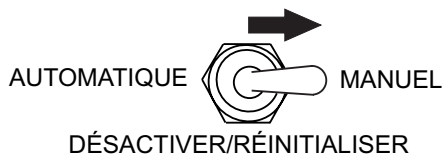

Figure 42. Commutateur de Commande MPEC (Position Manuelle)
4. Placez le **Commutateur de Commande MPEC** en position **MANUEL** pour démarrer le moteur (Figure 42).